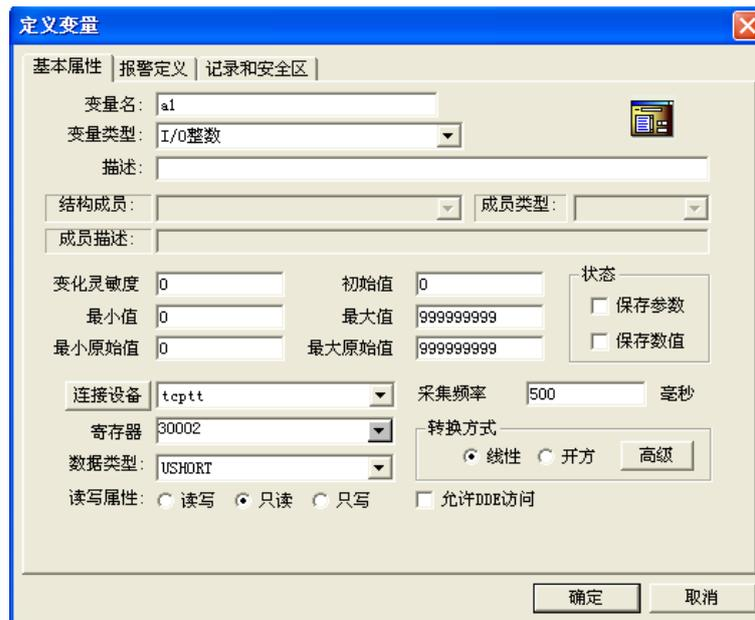

图 B-3-9
(2) 如图 B-3-9，变量类型选择 I/O 整型，寄存器 30002 对应 PLC 输出区第 2 个字（整型即上面组态的%QW4，因为 PowerPro 的序号是以字节来标记的）。同理，寄存器 30003 对应 PLC 输出区第 3 个字（整型即上面组态的%QW6），以此类推。